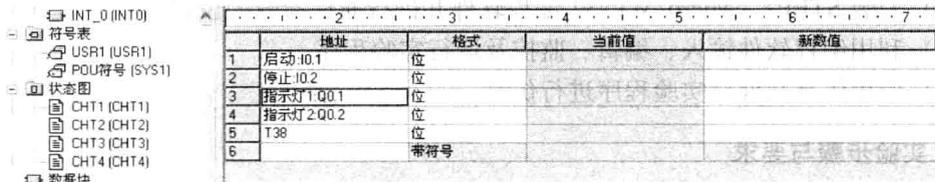

图 1.16 状态图
③ 利用菜单命令“检视”→“符号信息表”在梯形图上显示和隐藏符号信息表，并记录截图界面。
(4) 编译程序，并观察编译结果，如有错误，继续修改直到编译成功。
(5) 将编译好的程序下载到 PLC。
(6) 建立状态图监视各元件的状态，打开指令树的“状态图”文件夹，双击“CHT1”，在状态图中输入要监视的元件地址，如图 1.16 所示。